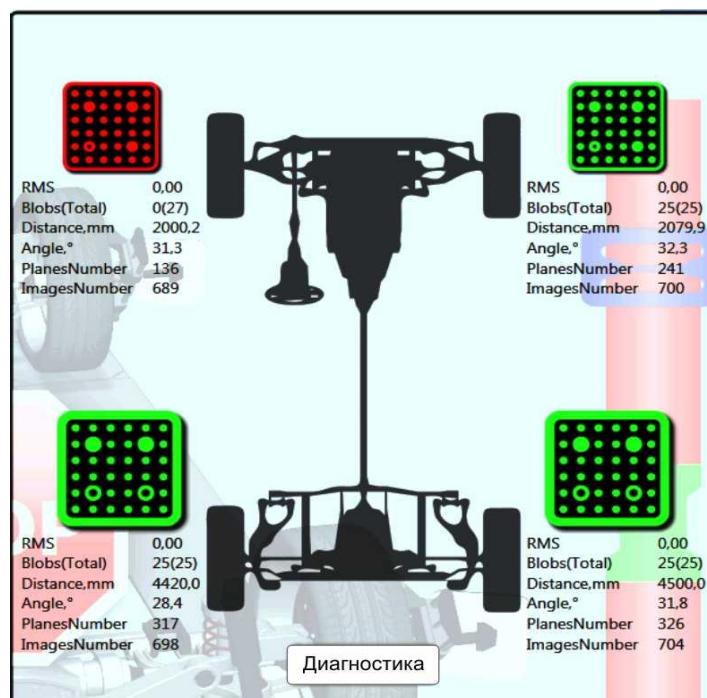

Рисунок 6.4 – Увеличенный индикатор распознавания мишеней
Если мишень не распознана, выполнение измерений останавливается, на экран выводится увеличенное окно индикации распознавания мишеней, рисунок 6.4, до восстановления распознавания мишеней (зависит от настроек, вкладка настроек «Интерфейс», п.7.4).
- зайти в окно «Настройка», выбрать закладку «Диагностика». В изображениях, полученных от камер, мишени должны располагаться в рамках, рисунок 6.4. По изображениям определить причину и устраниТЬ ее.